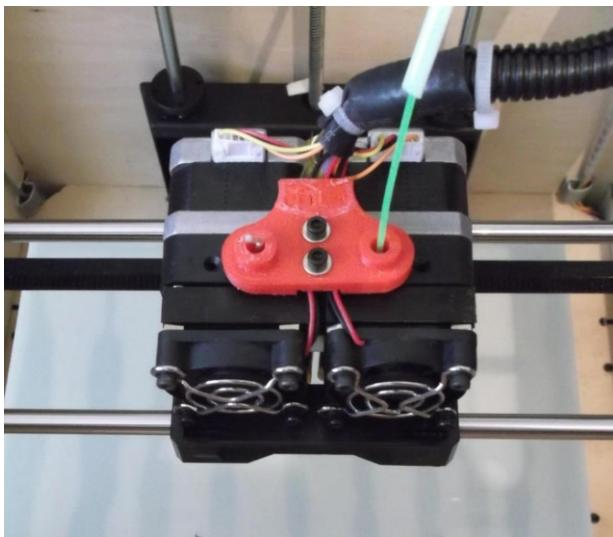

Рисунок 2. Двойной печатающий элемент: вид с верхнего (слева) и нижнего (справа) ракурсов
2. Печатающий элемент (Рисунок 2) – сердце 3D принтера. Он состоит из экструдера и модуля, который называется hot end (горячий конец). Экструдер предназначен для приема расходного материала и проталкивания его для дальнейшего плавления. Как правило, он состоит из корпуса, двигателя, шестерен, прижимного ролика и толкающего болта с насечками. Hot end выполняет роль термобарьера и состоит из нагревателя, термистора и сопла. Обычно в непосредственной близости к печатающему элементу располагают вентилятор для оптимального охлаждения. Некоторые модели принтеров могут содержать два или даже три печатающих элемента.